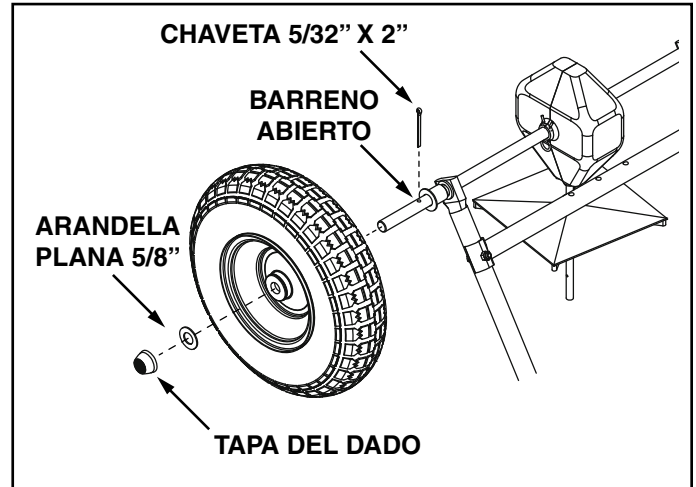

FIGURA 3
6. Inserte una chaveta de 5/32 pulg. x 2 pulg. a través del orificio dentro del cubo de la rueda y el eje. Véase la Figura 3.
7. Coloque una arandela plana de 5/8 pulg. en el eje y después golpee ligeramente el tapón de rueda sobre el eje hasta que embone en la arandela y el cubo de la rueda. Véase la Figura 3.